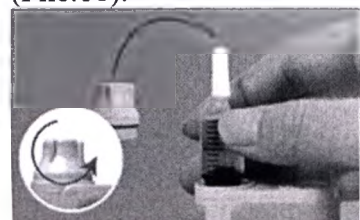

Рис.11.
9. Вставьте заполненный резервуар с закрепленным соединительным винтом в помпу DANA Diabecare. Привинтите против часовой стрелки колпачок отделения для резервуара на место (Рис.11).